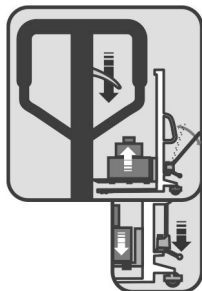

Fig. 2
- 1) Posicione la palanca para abajo y mueva el mango o accione el pedal para elevar la carga (fig. 2).